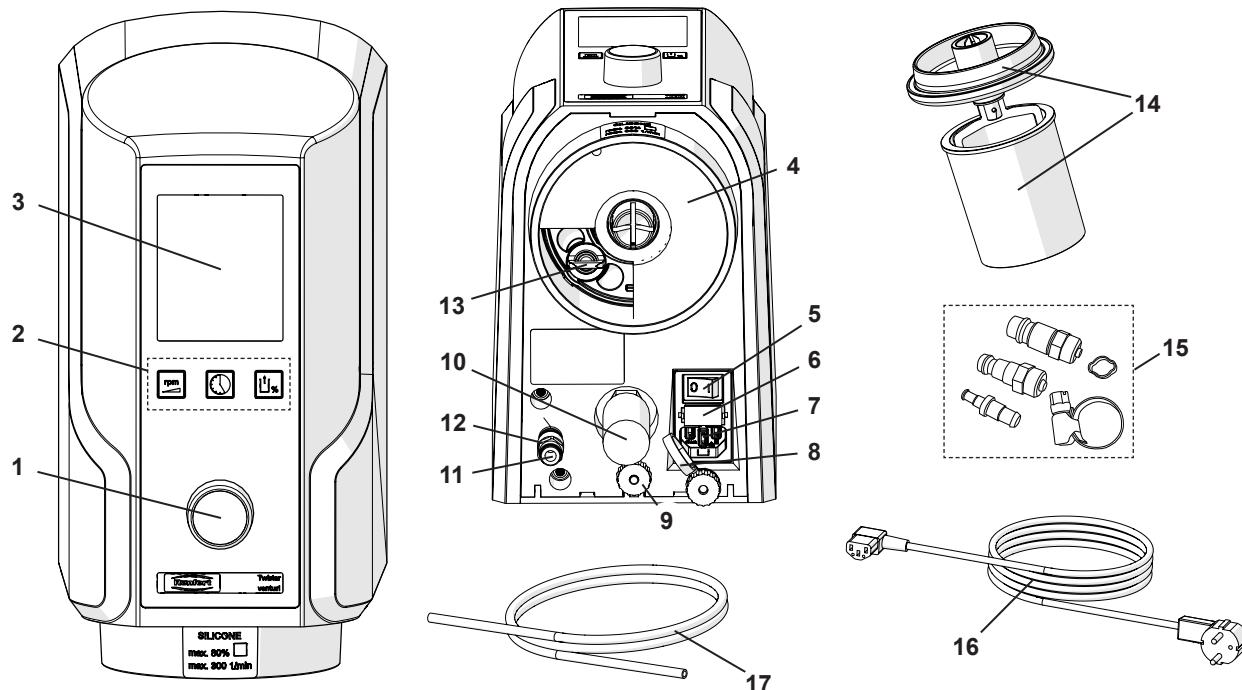

Fig. 1
- ⇒ Introduire le tuyau à air comprimé (17) jusqu'au bout dans la prise du tuyau filtre d'entrée (11) jusqu'à la butée en surmontant sensiblement une légère résistance. Lors de cette opération, il faut pousser au-delà d'une légère résistance.
- ⇒ Pour faire le raccordement au réseau d'air comprimé choisir dans le set (15, Fig. 1) joint le raccord symétrique adéquat et le fixer au bout du tuyau.